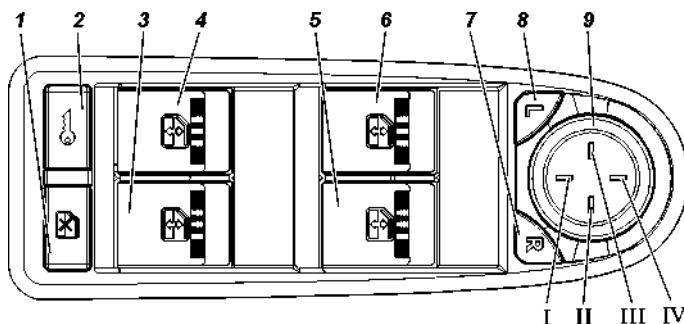

Рис. 3.15. Модуль переключателей двери водителя с мультиплексным управлением:
Система может быть переведена в режим быстрой разблокировки двери водителя, когда при однократном нажатии на кнопку 2 ПДУ или повороте ключа в замочной скважине водительской двери происходит только разблокировка двери водителя, а при повторном нажатии на кнопку 2 ПДУ или кнопку 2 (рис. 3.15) МДВ - разблокировка остальных боковых дверей и двери задка.
- нажать выключатель 2 (рис. 3.15) МДВ. Каждое нажатие производит блокировку или разблокировку замков.
Управление положением стекла производится выключателями, расположенными на подлокотниках соответствующих дверей автомобиля. На подлокотнике двери водителя выключателями 3,4,5,6 (рис. 3.15), осуществляется управление перемещением положения стекол боковых дверей.
Управление электроприводом левого и правого наружных зеркал производится единым переключателем 9 (рис. 3.15), расположенным на МДВ. Выбор подлежащего регулировке по командам от переключателя зеркала производится одним из выключателей 7 или 8 МДВ – кнопок выбора зеркала. Одновременная регулировка положения левого и правого зеркал невозможна.